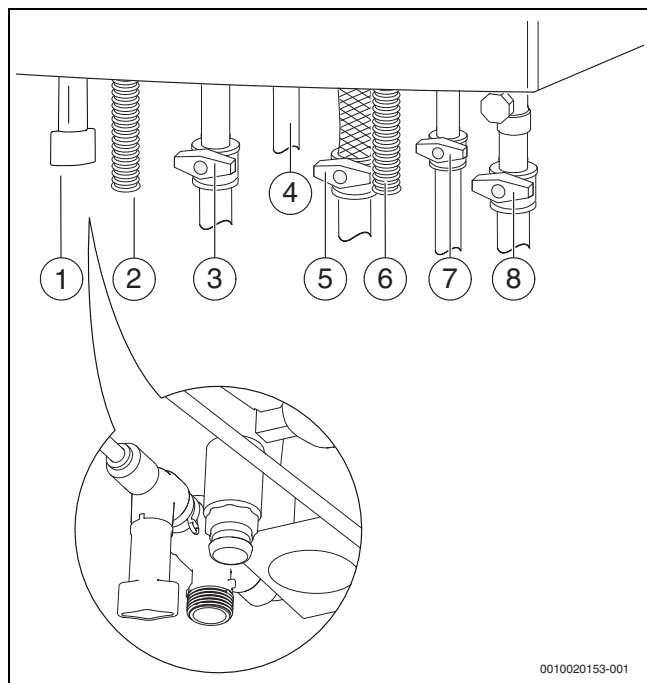

Рис. 25 Подключения газа и воды (дополнительное оборудование)
- ▶ Котлы GB062 ..K...: откройте кран холодной воды (→ рис. 25) и держите кран горячей воды открытым до тех пор, пока из него не потечёт вода.
- ▶ Откройте краны подающей и обратной линий отопления (→ рис. 25).
- ▶ Заполните отопительную систему до давления 1-2 бар (→ рис. 25) и закройте кран для заполнения и слива.